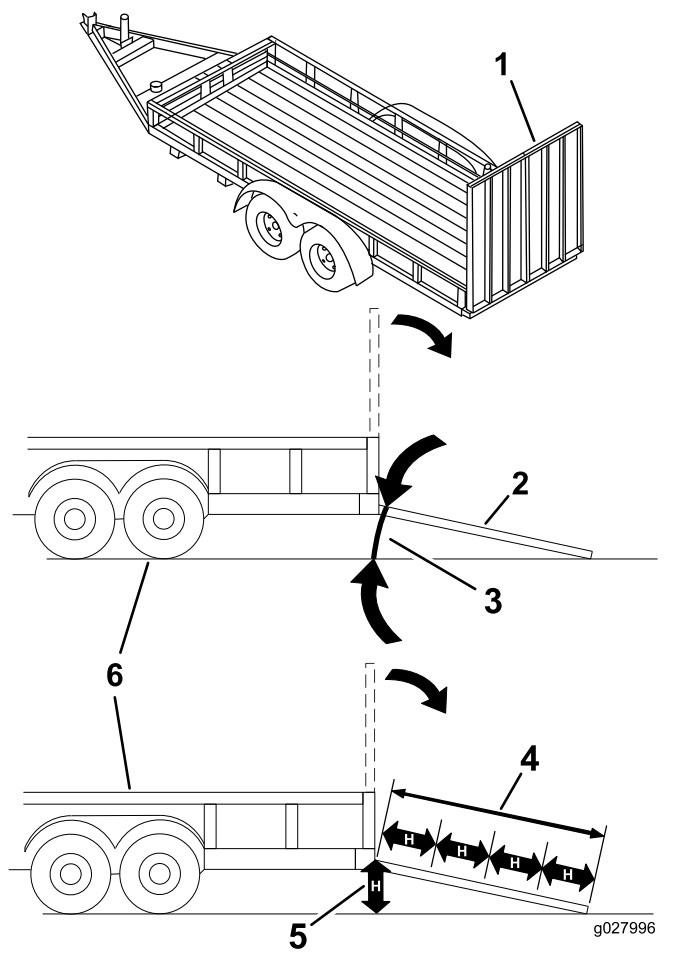

Figura 38
Încărcarea unei maini pe o remorcă sau un camion crește riscul de răsturnare i poate cauza răni grave sau moartea (**Figura 38**).
3. Coborâi rampa, asigurându-vă că unghiul dintre rampă i sol nu depăește 15 grade (Figura 38).
1. Coborâi rampa, asigurându-vă că unghiul dintre rampă i sol nu depăește 15 grade (Figura 38).